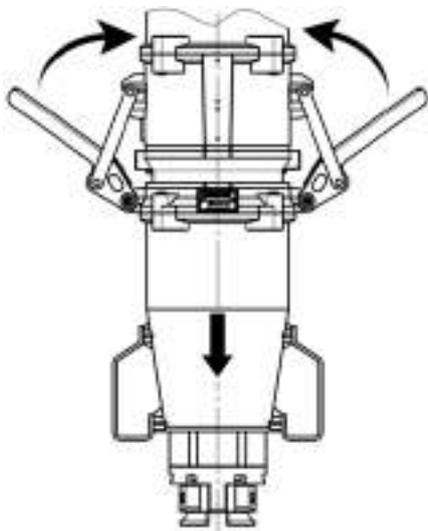

Abb.64: Verschlusshebel öffnen
7. Verschlusshebel nach oben drücken (Abb. 64 /Pfeile), um die Verschlusshebel zu öffnen.